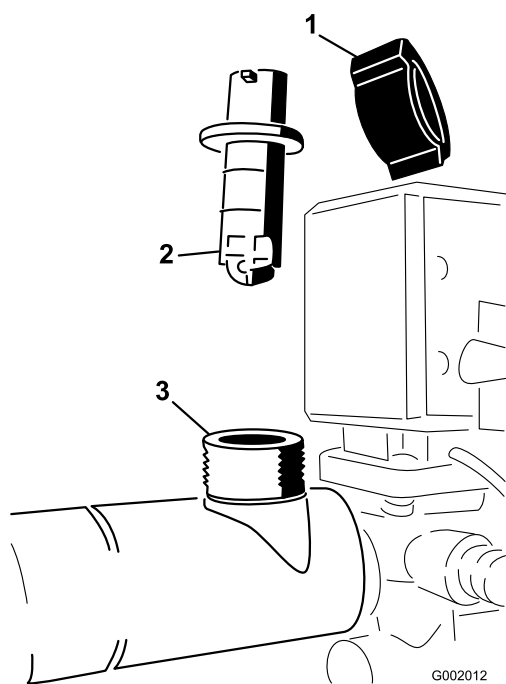

Figura 68
2. Togliete il coperchio dal corpo del flussometro (Figura 68).